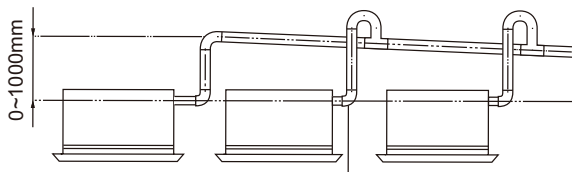

Fig.20 Tubi di scarico convergenti con giunto a T
3. Quando si uniscono più tubi di scarico, montarli come mostrato nella Fig. 20. Scegliere tubi di scarico convergenti di sezione adatta alle caratteristiche dell'unità.